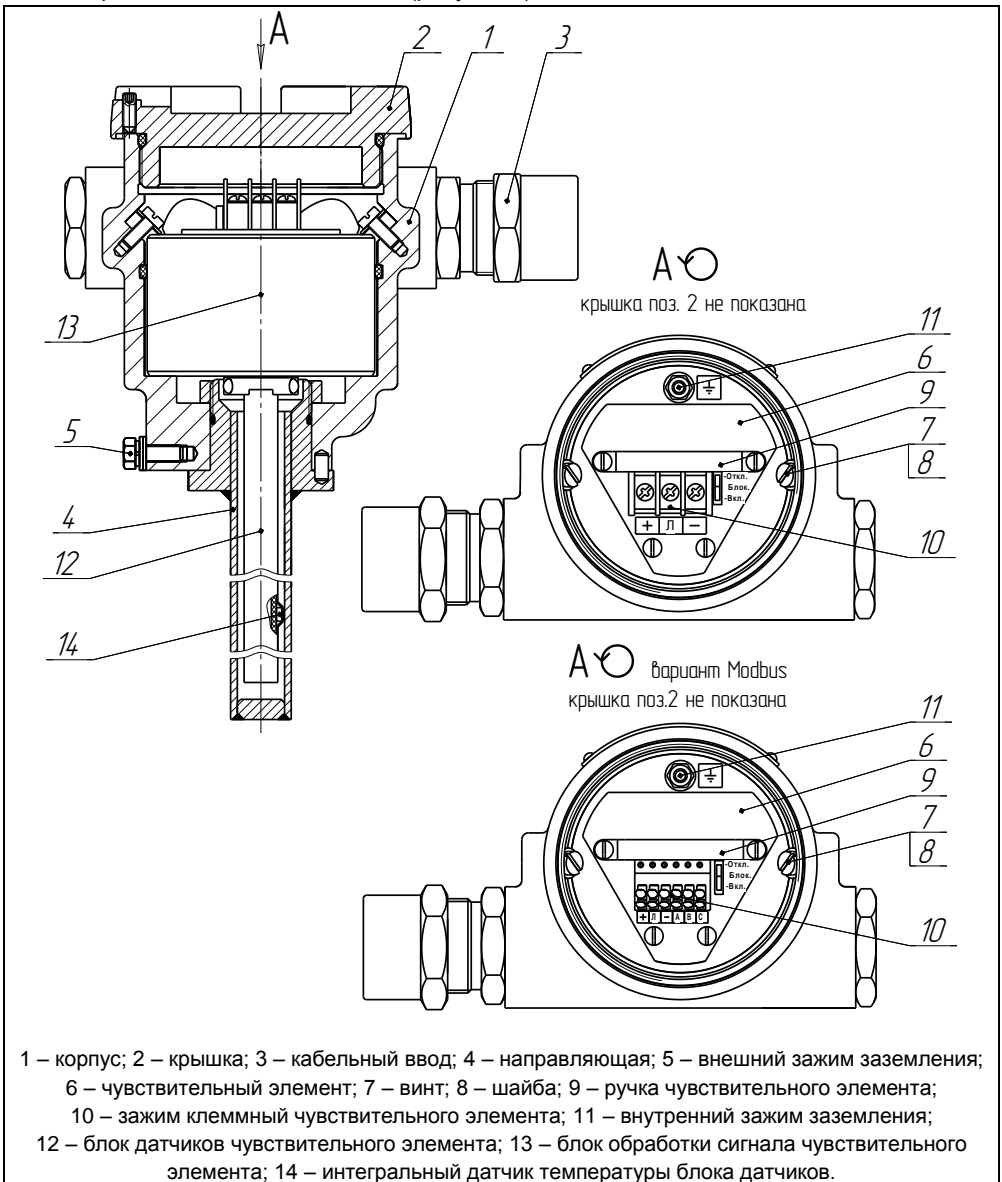

Рисунок 5
1.5.1 Корпус 1 преобразователя с крышкой 2, кабельными вводами 3 и направляющей 4 образуют взрывонепроницаемую оболочку преобразователя (рисунок 5). На направляющей устанавливаются устройство крепления, защитная оболочка, поплавки и ограничители хода поплавка (рисунок 1).
Оболочка на корпусе имеет наружный зажим заземления 5 (рисунок 5).